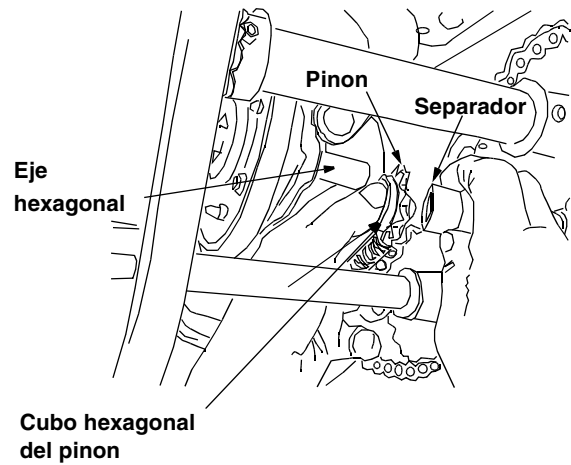

Figura 35
- Inserte el eje hexagonal a través del piñón y del separador. Vea la Figura 35. Asegúrese que la cadena enganche los piñones pequeño y grande.
Coloque en posición el cubo hexagonal del piñón hacia la rueda de fricción al deslizar el piñón sobre el eje hexagonal. Vea la Figura 35.